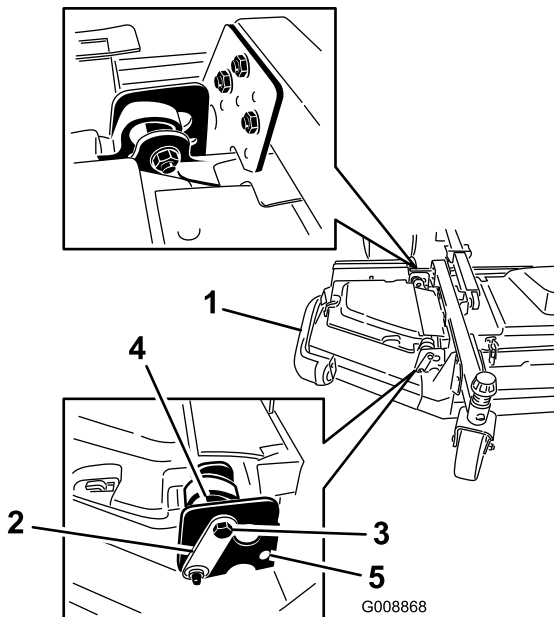

図 7
- ・ 偏芯スペーサ (2枚) をウイングレットに固定しているボルトとナットをゆるめる (図 7)。
- ・ 後ろ側の (トラクションユニットに近い方の) 偏芯スペーサを回して、外側のブレードの先端の高さが希望する刈高よりも 3mm 高くなるように調整する (図 7)。